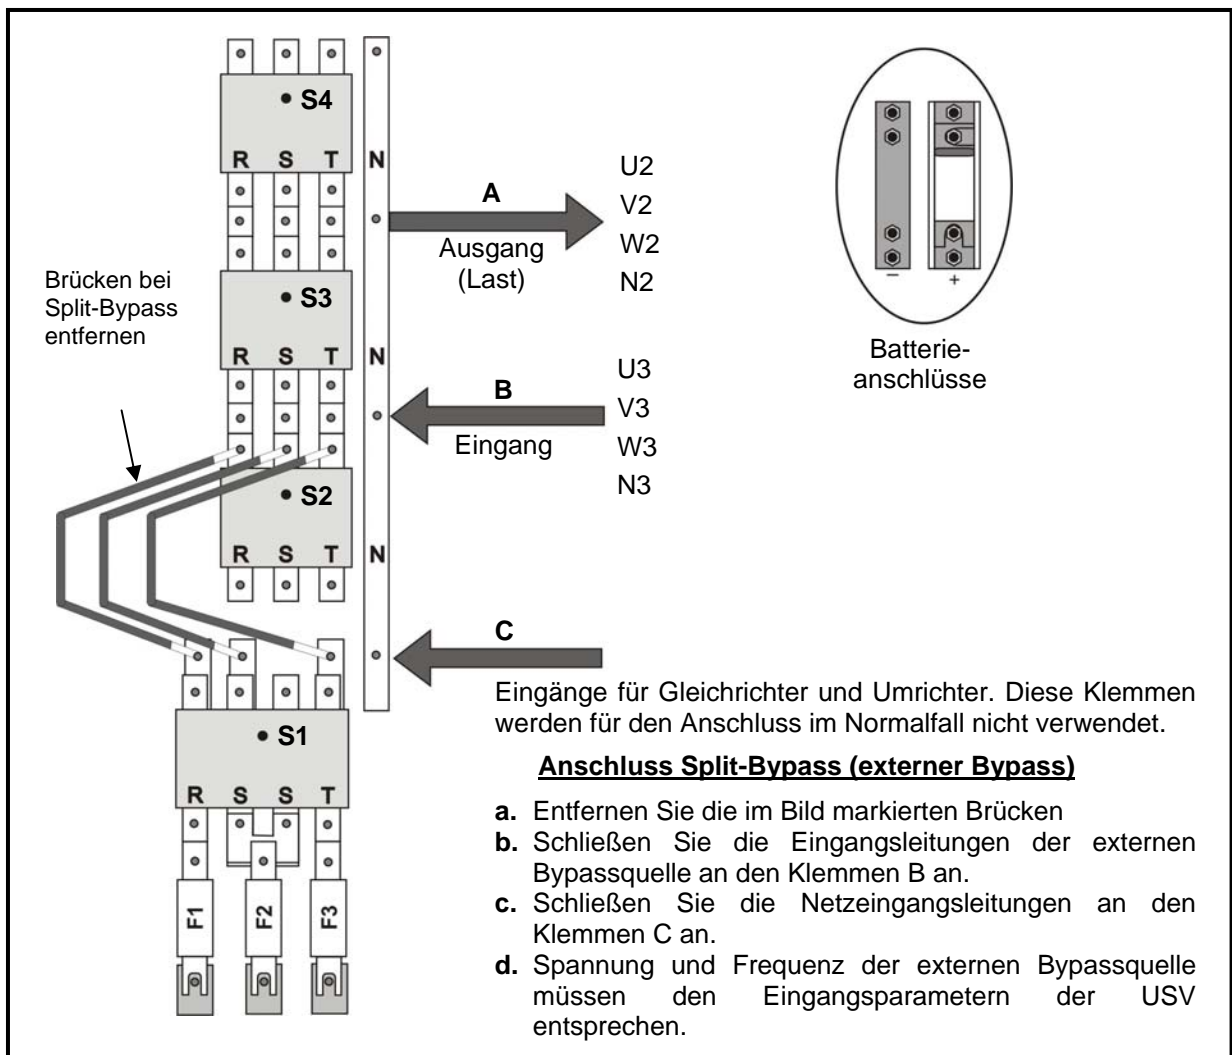

Bild 5-2 100-120-150-160-200 kVA USV-Anschlüsse
- 2) Schließen Sie die Netzeingangsleitungen von der Verteilung an den Klemmen B an (Bild 5-2-a, b).